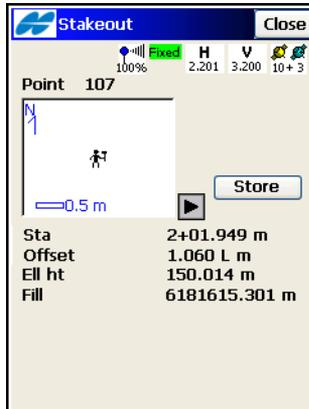

Abbildung 9-47. Absteckung
5. Im GPS+-Modus nutzen Sie die Angaben im Fenster **Abstecken** (Abbildung 9-47 auf Seite 9-39), um den Zielpunkt zu suchen. Tippen Sie auf **Speich**, wenn die Position nah genug an der Sollposition liegt (Abbildung 9-47 auf Seite 9-39).